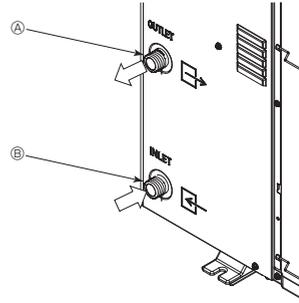

Fig. 6-1
6.1. Σύνδεση σωληνώσεων νερού (Fig. 6-1)
- Η θέση των σωλήνων εισαγωγής και εξαγωγής φαίνεται στη Fig. 6-1.
[Fig. 6-1]